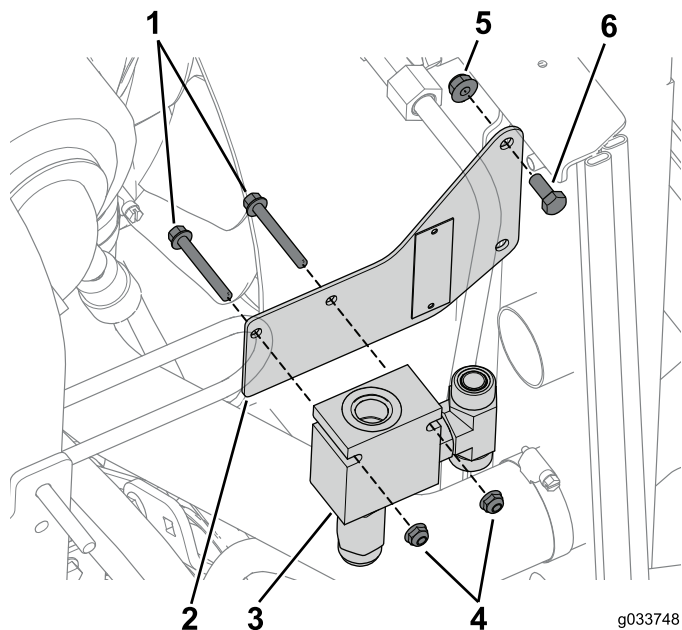

Рисунок 10
4. Установите кронштейн левого коллектора в сборе при помощи одного болта (5/16 x ¾ дюйма) и одной фланцевой гайки (5/16 дюйма) на верхнее отверстие кронштейна (Рисунок 10).
6. Прикрепите левый коллектор в сборе к кронштейну при помощи двух болтов (1/4 x 2 дюйма) и двух гаек (Рисунок 10).